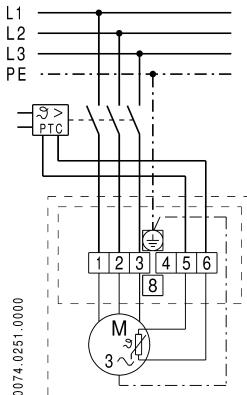

Bild 2: Anschluss-Schaltbild
Der Ventilator ist werkseitig so geschaltet, dass er bei Anschluss des Netzes wie im Anschluss-Schaltbild (Bild 2) die größtmögliche Förderleistung erbringt. In Standardausführung ergeben sich dabei die Dreh- und Förderrichtungen nach Tab. 2.
- Die Förderrichtung kann umgekehrt werden. Hierzu sind abweichend von Bild 2 die Netzteile L2 an Klemme 1 und L1 an Klemme 2 (Vertauschen der Außenleiter) anzuschließen (Bild 2). Beachten Sie, dass hierdurch